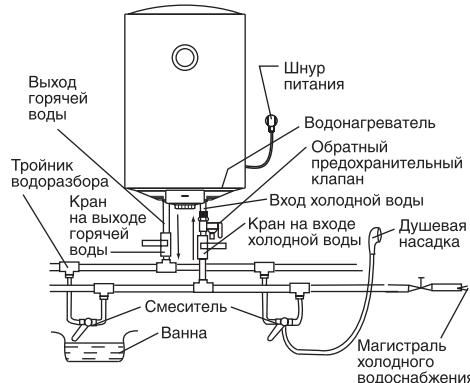

**Рис. 5**
- Если необходимо реализовать многоканальную систему водоснабжения, используйте способ соединения (см. рис. 5 и 6).